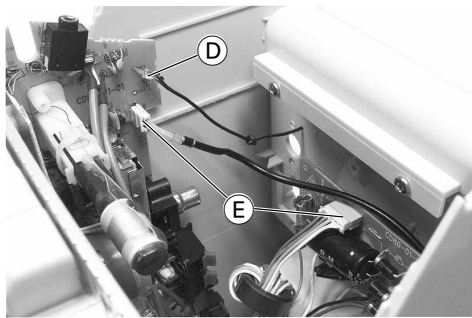

Fig. 4
- Antennenkabel (D) (Fig.4) ablöten.
- Steckverbindungen (E) (Fig. 4) lösen.
- Unsolder the aerial wire (D) (Fig. 4) .
- Unplug connectors (E) (Fig. 4) .